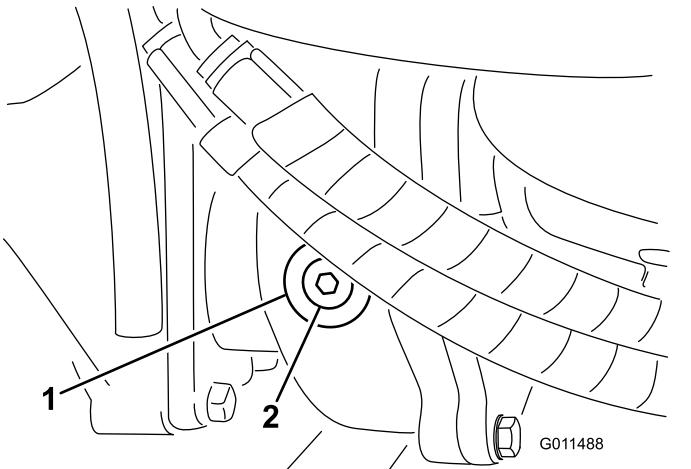

Bild 60
2. Entfernen Sie die Prüf-/Füllschraube an der linken Getriebeseite und stellen sicher, dass das Öl die Unterseite des Lochs erreicht (Bild 60).